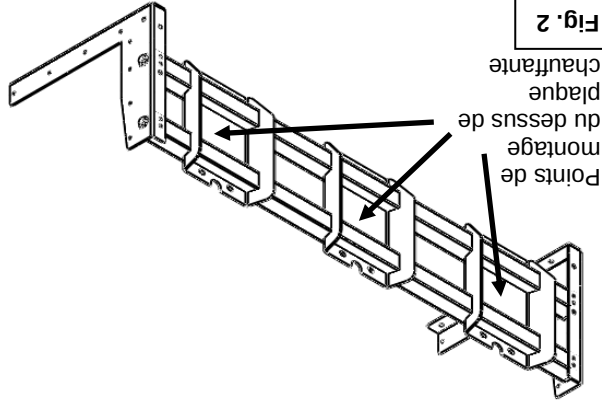

Fig. 2
10. Installez un support de fixation inférieur tous les 60 cm de largeur de plaque, entre les points de montage du dessus de plaque chauffante, s'il y a lieu de croire qu'un support additionnel est requis. Les supports de fixation inférieurs doivent être au même niveau que la partie inférieure du châssis du gril et le support de fixation arrière. Au moyen de la mèche de 5/32 po, percez deux trous et fixez la pièce au support de fixation arrière avec des vis 10-24 x 2 po tel qu'illustré à la Fig. 2. Répétez pour chacun des supports requis.
2. À ce stade-ci, le système de support de fixation devrait être complètement assemblé tel qu'illustré à la figure 2, les boulons n'étant pour le moment que serrés à la main.